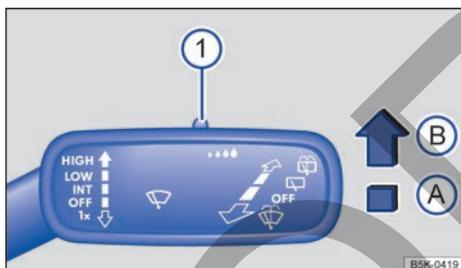

Fig. 95 En el lado derecho de la columna de dirección: palanca del limpiacristales.
Presione la palanca hasta la posición deseada → fig. 95:
La sensibilidad del sensor de lluvia y de luz puede ajustarse manualmente con el mando → fig. 95 (1) situado en la palanca del limpiacristales → ▲.